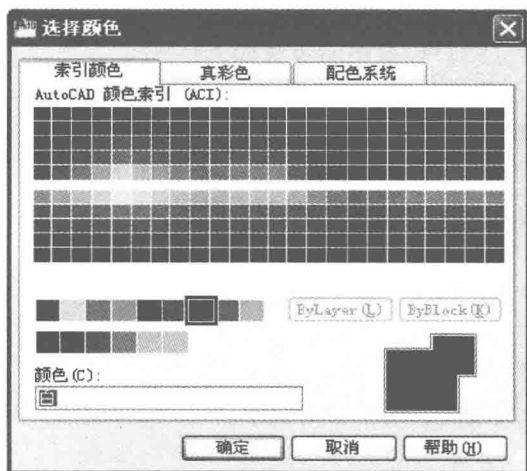

图 13-13 “选择颜色”对话框
(5) “选择颜色”对话框 单击要修改图层的颜色块和名，可以显示图 13-13 所示的“选择颜色”对话框。用户可以从对话框的调色板中选择一种颜色，颜色名显示在底部。然后单击“确定”按钮，颜色选择成功。